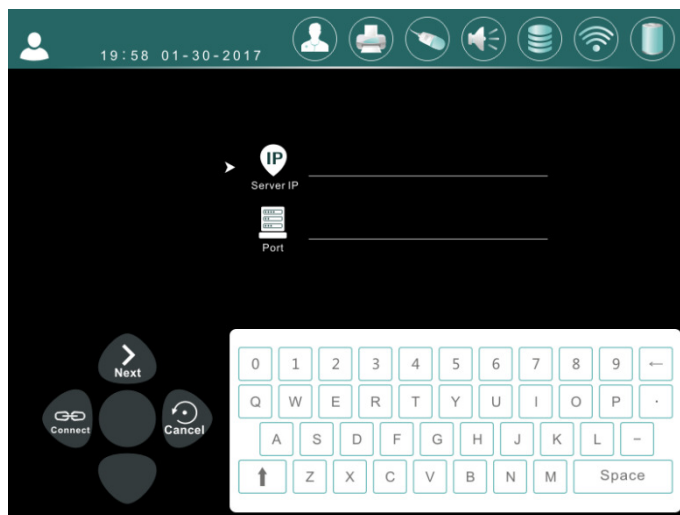

Bild 7-31 Server konfigurationsinterface
b. Tryck på knappen  eller tryck på , för att öppna konfiguration interface som visas i Bild 7-31.